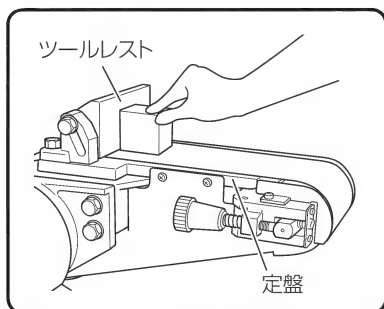

図 12
(1) 被研削物をツールレストに突当て、研磨ベルトに軽く押し付けます。(図 12)